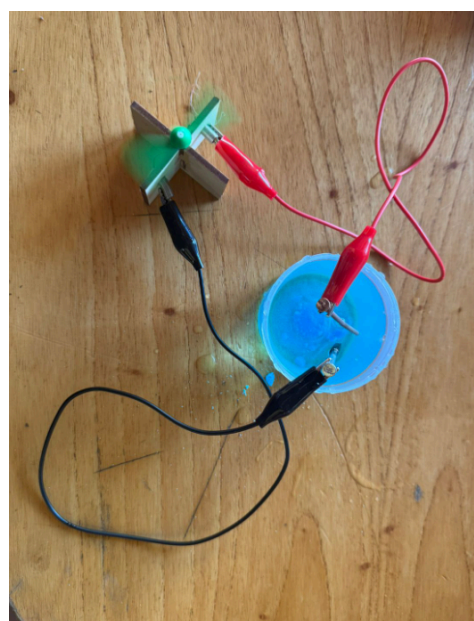

Fig. 1.8: el experimento con el motor.
3. Luego, conectar el multímetro y el motor en serie con los dos clavos y medir la intensidad. En caso de ser necesario para que el motor arranque, mover un poco los clavos (Fig. 1.8).